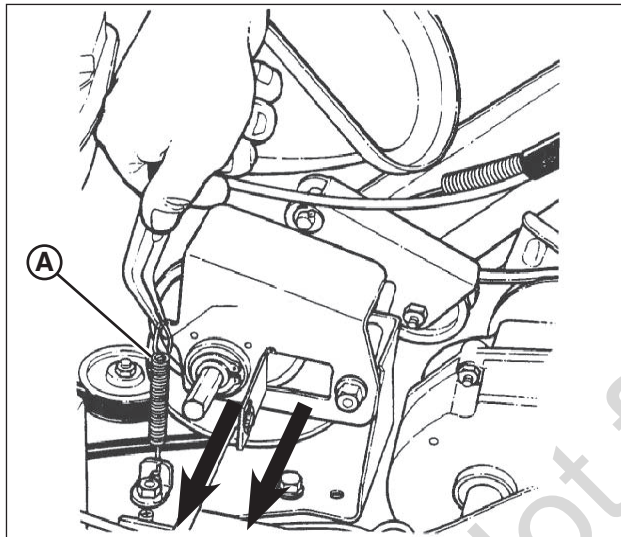

Figure 30: Dépose de l'ensemble du disque entraîné
2. À l'aide de pinces à becs pointus, décrochez le ressort d'entraînement (**A**, **Figure 30**) et glissez l'ensemble du disque entraîné hors de l'arbre hexagonal.